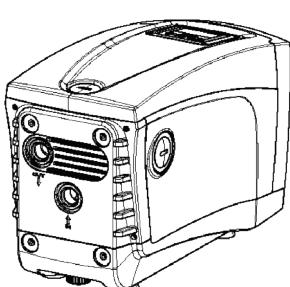
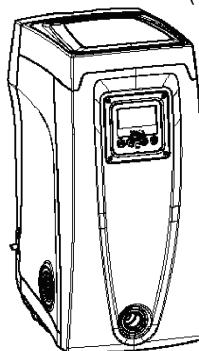

Рисунок 4
Рисунок 5
- Сторона F: как указано на этикетке для снятия, пробка 1" выполняет двойную функцию: в случае горизонтальной установки устье, которое закрывается пробкой, выполняет функцию отверстия для заполнения системы (см. далее "операция по заполнению", пар. 4.2.3); в случае вертикальной установки то же устье может выполнять функцию входного гидравлического соединения (также, как помеченное "IN" на стороне C, и в качестве альтернативы). Панель интерфейса пользователя состоит из дисплея и клавиатуры, и выполняет функции настройки системы, контроля состояния и показа аварийных сигналов. Система может быть инсталлирована в 2 различных конфигурациях: горизонтальное положение (Рис.4) или вертикальное положение (Рис.5).